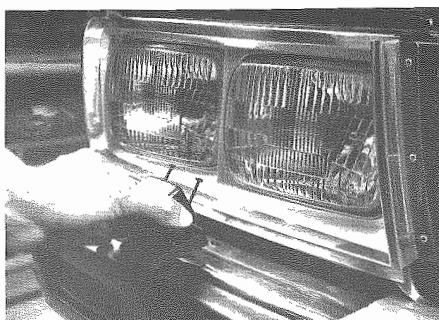

Fig. 12 - Smontare gli ugelli dei lavafari
- Smontare gli ugelli dei lavafari (**Fig. 12**) e staccare i tubi liquido detergente.
- Remove the nozzles of headlight washers (**Fig. 12**) and disconnect pipes.